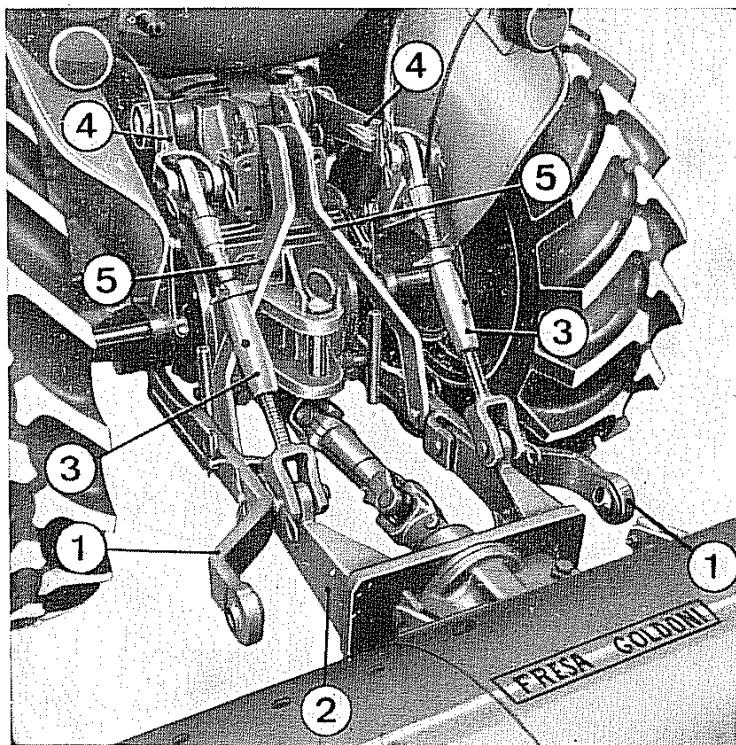

Fig. 15 - Applicazione della fresatrice
Vengono tolti i due bracci di irrigidimento (5) — rif. fig. 15 — e viene tolta la flangia centrale di attacco fresa.
AVVERTENZA: Dopo ogni sensibile regolazione dei tiranti 3 (fig. 15) bisogna controllare che i bracci inferiori (1) durante l'alzata massima non vadano a fare leva contro i mozzi delle ruote o le leve freni, provocando danni al mozzo stesso.